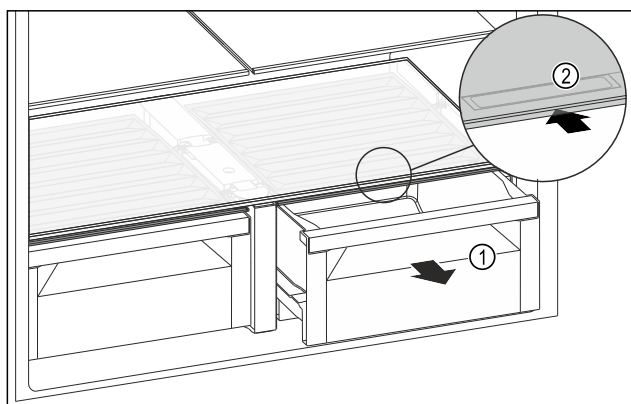

Fig. 105
- Schuifvak Fig. 105 (1) uittrekken.
- Greeplijst Fig. 105 (2) op het vakdeksel vastpakken en het vakdeksel gelijktijdig naar achteren schuiven.